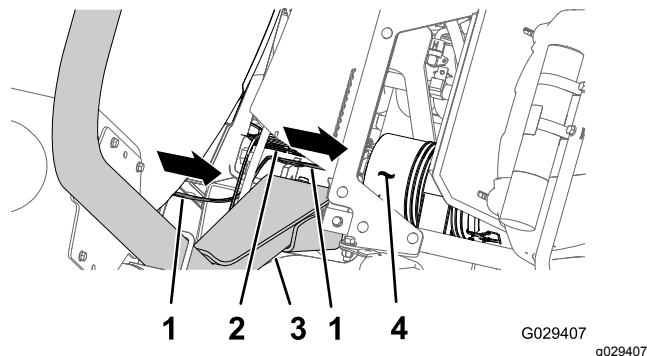
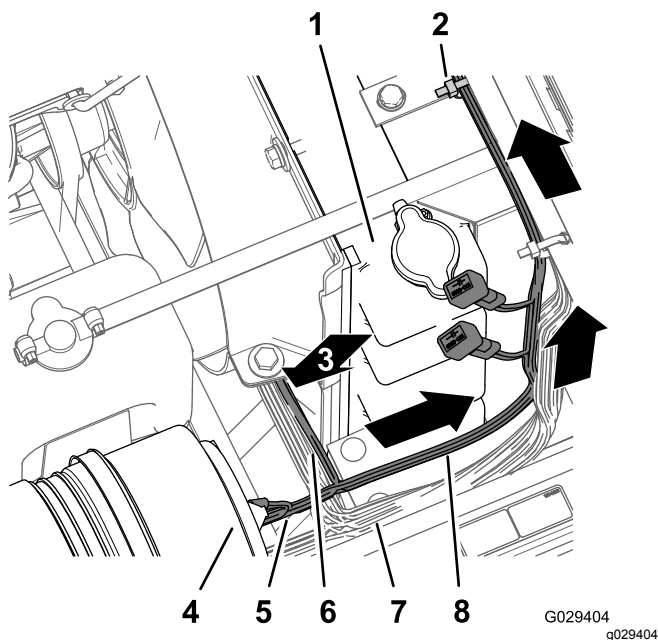

Figura 192
Figura 193
1. Enrute el arnés de cables del kit de acabado hacia delante, entre la barra del ROPS y la esquina inferior del depósito del fumigador, a lo largo del arnés de cables de la máquina por debajo del limpiador del aire del motor (**Figura 192** y **Figura 193**).
- Enrute la rama del compartimento del motor de 197 cm del arnés de cables (con el terminal de anillo, la toma del terminal y el conector hembra de 5 vías) hacia arriba por el lateral derecho del radiador, sobre la parte superior del mismo y por debajo de la base de la consola central (Figura 193).